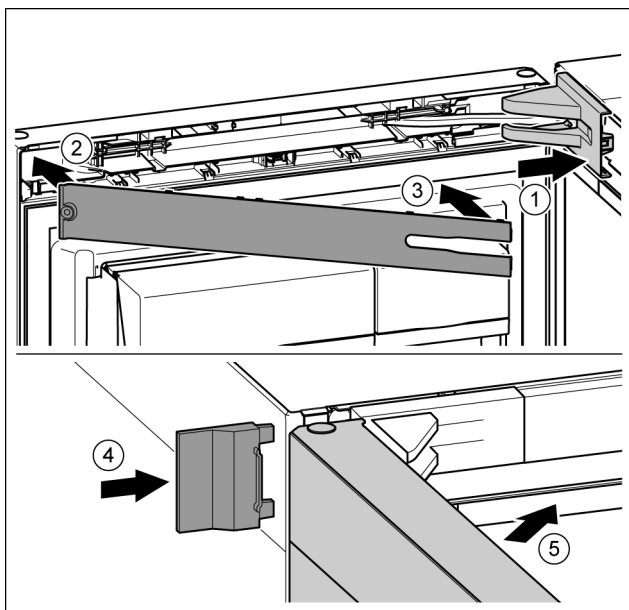

Fig. 23
- Nasadíte a zaklapnete kryt stojanu ložiska, příp. opatrně přitlačíte od sebe. Fig. 23 (1)
- Nasadíte zásepku. Fig. 23 (2)
- Zásepku sklopte a zaklapnete. Fig. 23 (3)
- Vnější kryt nasuňte. Fig. 23 (4)
- Zavřete horní dveře. Fig. 23 (5)